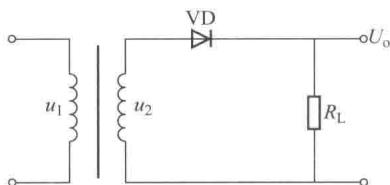

图 1-7
4. 已知单相半波整流电路如图 1-7 所示, 变压器二次侧输出电压  $u_2 = 10\sqrt{2} \sin 314\omega t \text{ V}$ , 负载电阻  $R_L = 45\Omega$ 。试确定电路的下述参数: